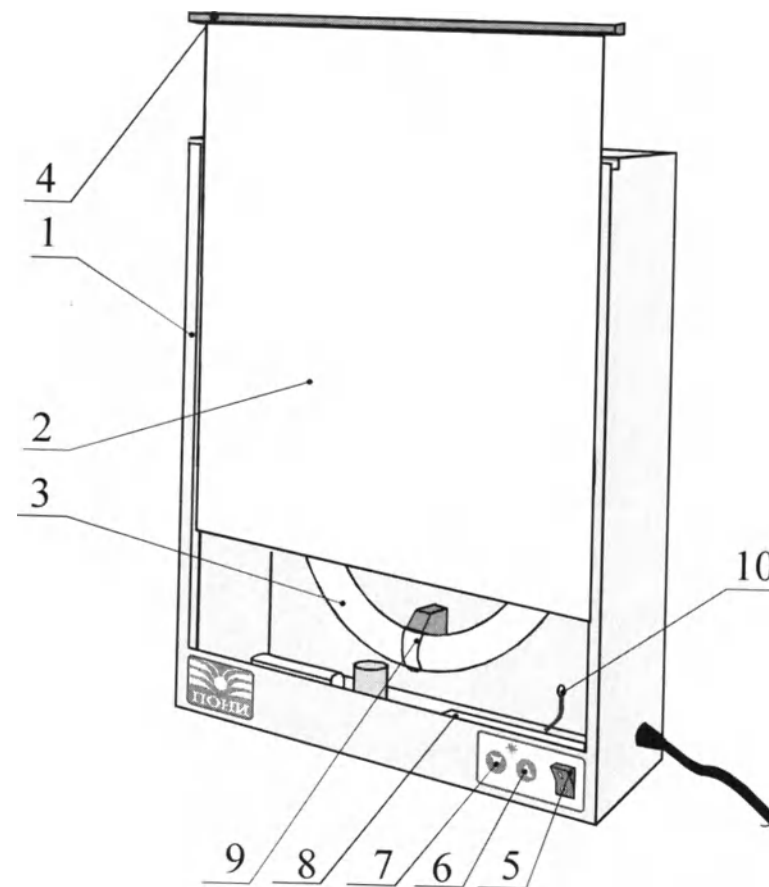

Рис. 1. Общий вид негатоскопа общего назначения HP1-02
5.1.1 Негатоскоп (рис. 1,2) конструктивно выполнен в виде прямоугольного металлического корпуса 1 с установленным в нем молочно-белым экраном 2. Негатоскоп можно устанавливать на горизонтальную поверхность, для чего на нижней стороне корпуса предусмотрены пластмассовые опоры, или располагать на стене, используя для этого крепежные отверстия, выполненные на задней стенке изделия.
- 7.2 Для замены предохранителей извлечь сетевой шнур из розетки, удалить молочно-белый экран. Открутив крепежные винты, снять защитный кожух 6 (рис.1) и зафиксировать предохранители, расположенные на плате в пружинных клеммах. Сбоку производить в обратной последовательности.